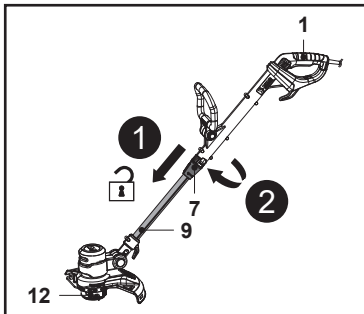

Fig. 6
1. Deslice el botón de desbloqueo (7) hacia abajo y gire la empuñadura principal (1) hacia la derecha mientras sujeta la parte inferior de la barra (9) para ajustar el cabezal de corte (12) a un ángulo de 90° o 180° (Fig. 6). Suelte el botón de desbloqueo (7) y siga girando la empuñadura principal (1) hasta que encaje en su sitio. Asegúrese de que el botón de desbloqueo (7) encaje en su sitio.